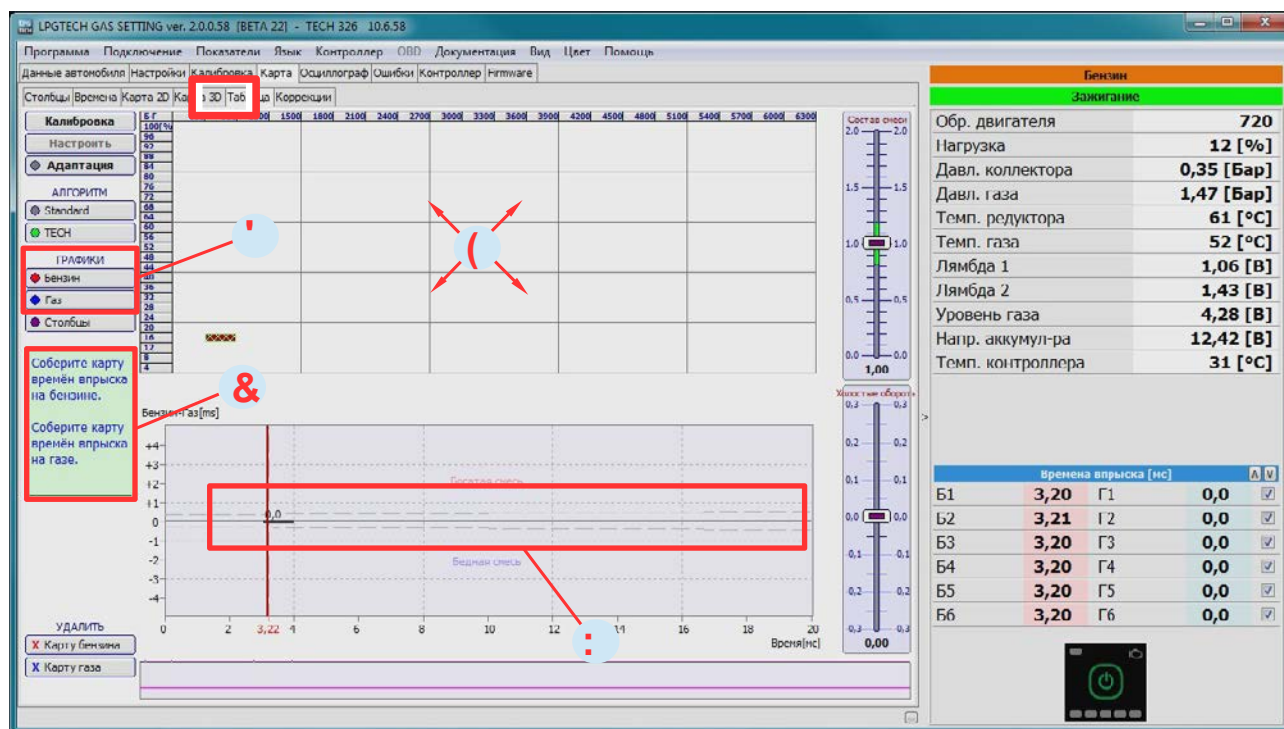

Рис. 14. После выбора закладки <Карта> переходим на закладку <Таблица>
У нас включены графики бензина и газа (2) рис.142, поэтому в Таблице будет отображаться разница времён впрыска топлив (3) рис.14, 152
Одновременно появятся разницы времён на гистограмме (4) рис.14, 152